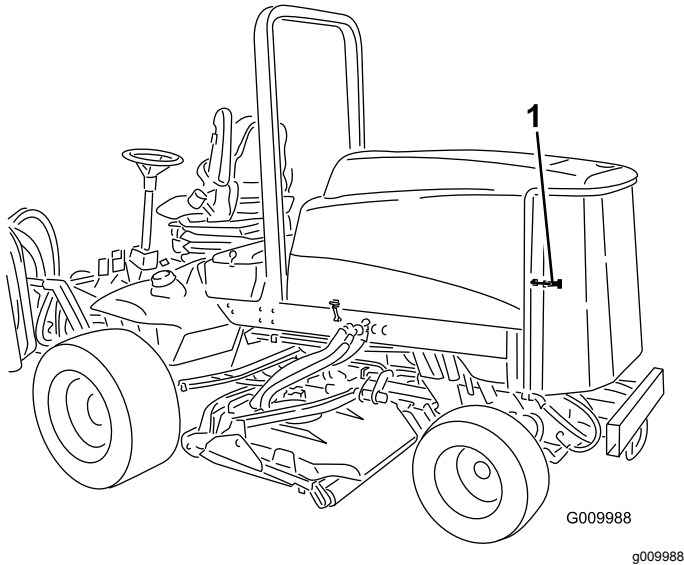

Figura 55
1. Desenganche y abra la rejilla trasera (Figura 55). Limpie a fondo cualquier residuo de la rejilla.